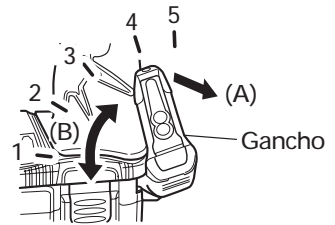

Fig. 5
- Extraiga el gancho hacia sí en la dirección de la flecha (A) y gírelo en la dirección de la flecha (B). (Fig. 5)
- (2) La dirección de la luz se puede ajustar dentro del alcance de las posiciones 1 - 5 del gancho. (Fig. 5)